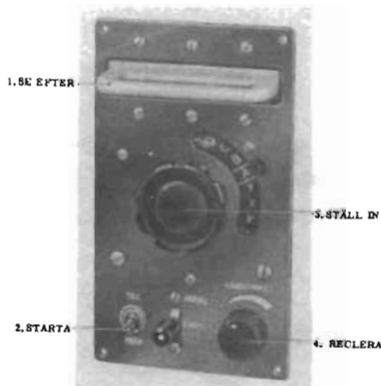

Bild 3. Flygspanarens manöverapparat
1. Ställ in lämplig ljudstyrka med ljudstyrkeratten (bild 3).